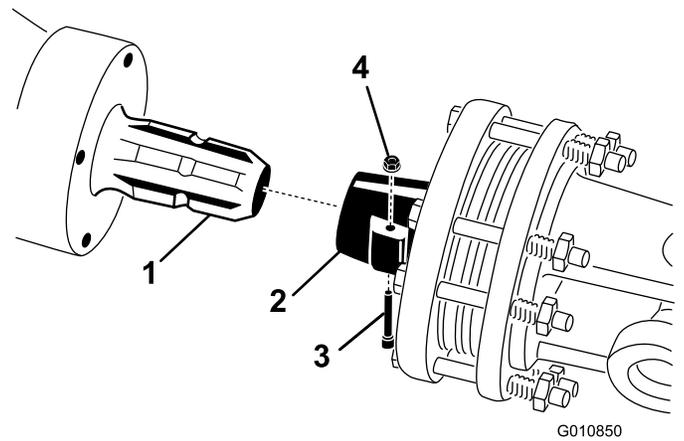

图20
1. 从 PTO 轴上卸下销和螺母 (图20)。
2. 用之前卸下的销和螺母将 PTO 轴的离合器端固定至打孔机齿轮箱输入轴上 (图20)。销仅可单向插入。